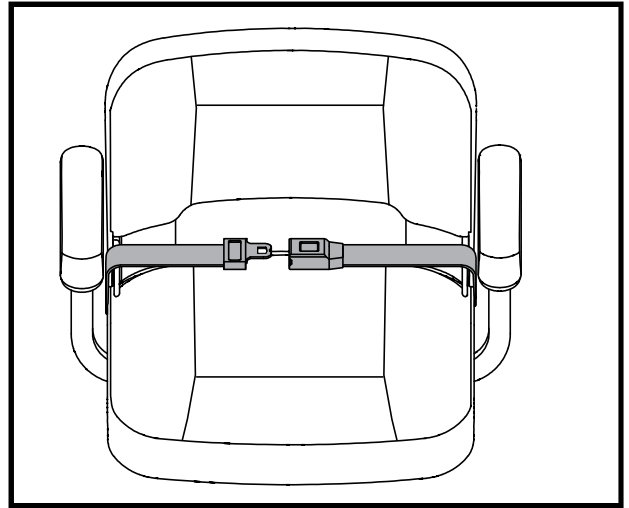

Figure 24. Ceinture de positionnement
1. Insérez l'onglet de la ceinture côté droit dans la boucle de ceinture côté gauche jusqu'à ce que vous entendiez le "clic". **Voir la figure 24.**